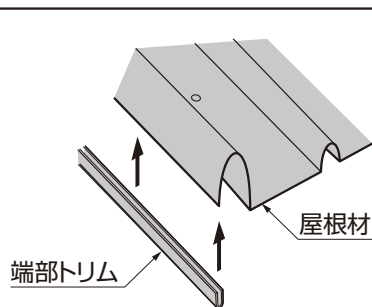
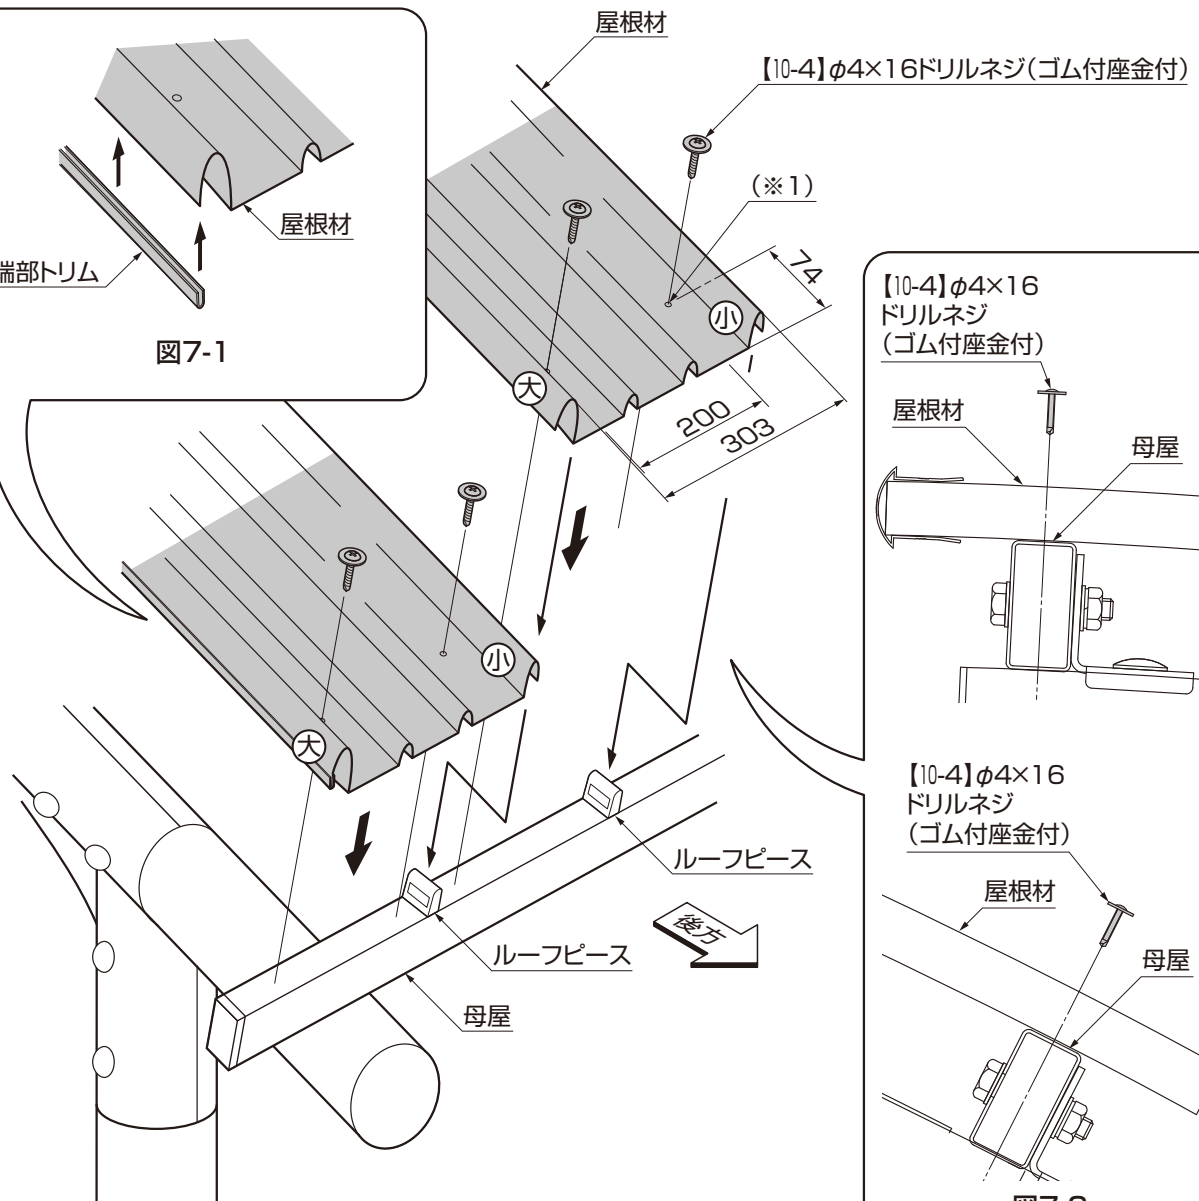

図7-1
図7-2
- ① 端部に設置する屋根材には、設置する前に、端部側のエッジに端部トリムを取付けてください。余長はニッパでカットしてください。（図7-1参照）
- ② 1枚目（端部）の屋根材のリブ小をルーフピースに合わせて設置し、2枚目の屋根材のリブ大を1枚目の屋根材のリブ小に、反対側のリブ小をルーフピースに重ねて設置してください。
- ③ 母屋のセンターに合わせて【10-4】で屋根材を上下2本の母屋に固定してください。（図7-2参照）